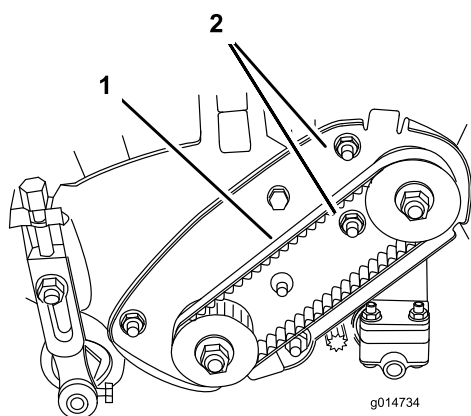

图38
- A. 松开轴承座安装螺母（图38）。
- C. 固定扭矩扳手设置，拧紧轴承座安装螺母（图38）。